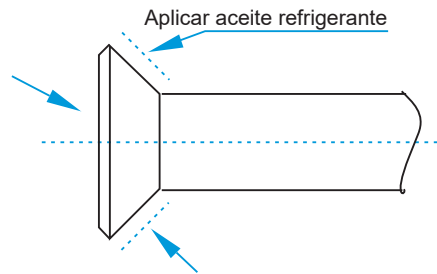

Figura 15
- Antes de instalar la tapa del soporte en el soporte de la tubería, aplique un poco de aceite refrigerante en el soporte (tanto dentro como fuera) y, a continuación, girole tres o cuatro veces antes de ajustar la tapa. Vea la Figura 15.